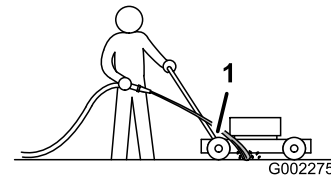

Figura 35
3. Sujete la manguera a la altura del manillar y dirija el agua para que fluya sobre el suelo justo por delante de la rueda trasera **derecha** (Figura 35).